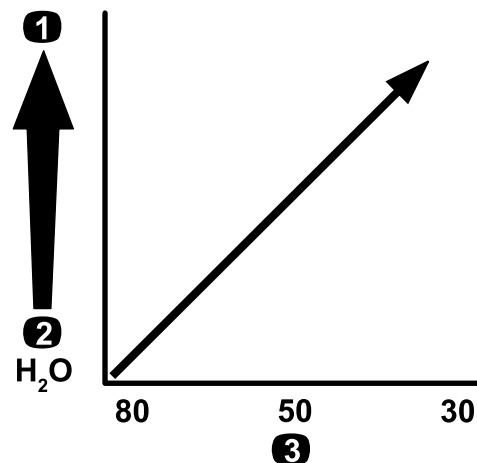

図 76
**重要** 粘度の高いドロドロした薬剤や、ウェットブル水和剤を散布する場合には、オプションの目の粗いスクリーンが必要になる場合があります 図 76 を参照。